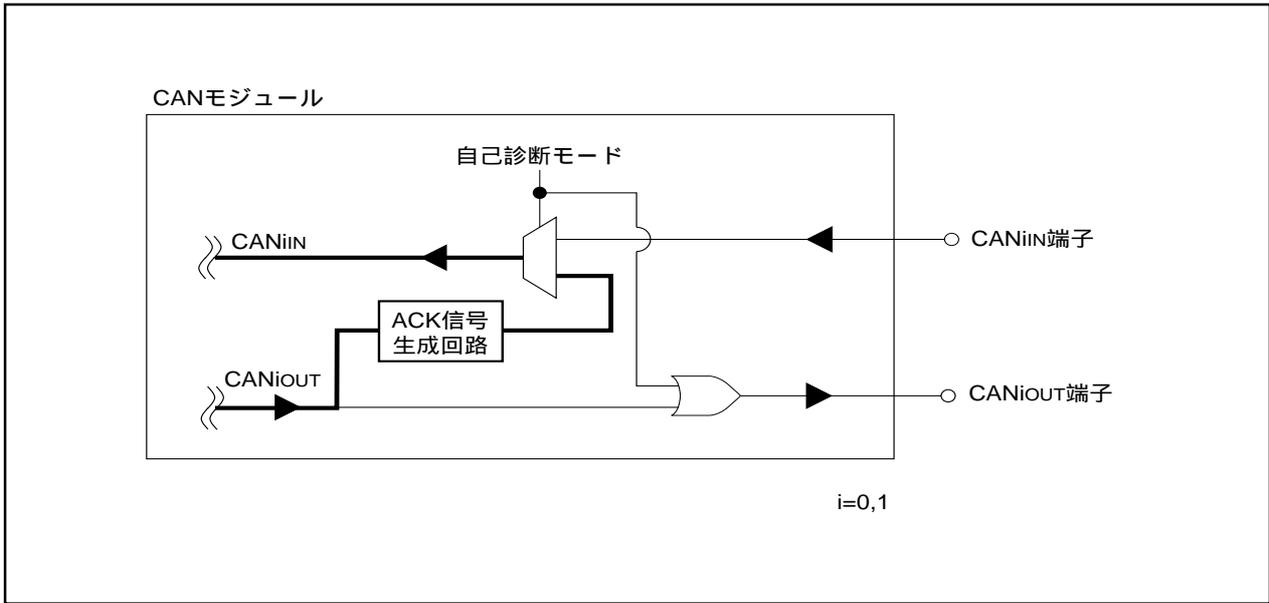

図23.19 自己診断モード(イメージ図)
- ・自己診断モード : CANモジュール内部で、CANiOUT-CANiIN端子を接続します。ループバックモードと組み合わせることでCAN単体で通信できます。自己診断モード時は、送信中もCANiOUT端子出力が" H " 固定となります。図23.19 に自己診断モード(イメージ図)を示します。